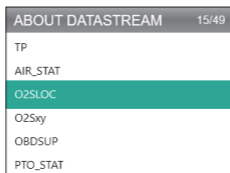

Figure 9.1.3
3. Sélectionnez À PROPOS DU FLUX DE DONNÉES (voir figure 9.1.3), puis appuyez sur [OK] pour afficher la définition de chaque entrée de flux de données.